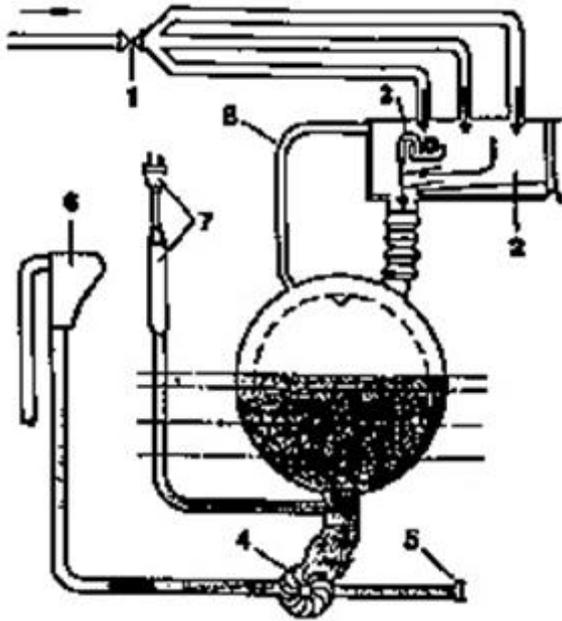

Рис.1
**2. Какой узел обозначен позицией 7 на схеме циркуляции воды в стиральной машине (рис. 1):**
**3. Какой узел обозначен позицией 4 на схеме циркуляции воды в стиральной машине (рис. 1):**
**4. Какой узел обозначен позицией 1 на схеме циркуляции воды в стиральной машине (рис. 1):**